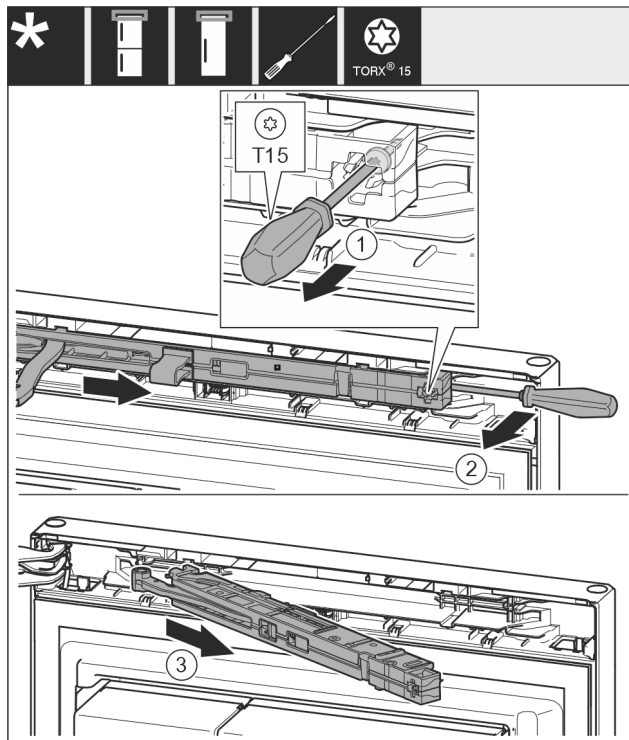

Fig. 14
- Allentare la vite Fig. 14 (1) sull'unità ammortizzatore di chiusura di 14 mm.
- Estrarre l'unità ammortizzatore di chiusura Fig. 14 (2) dal lato della maniglia facendo leva in avanti con un cacciavite.
- Estrarre l'unità ammortizzatore di chiusura Fig. 14 (3).